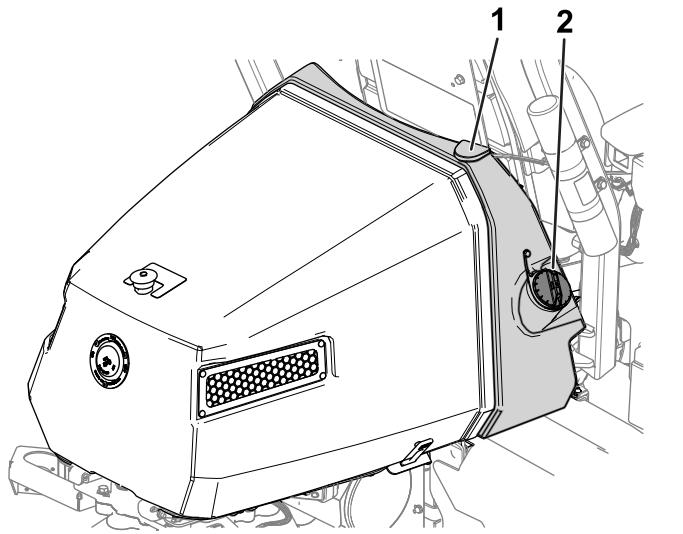

図 26
- 燃料キャップの周囲をきれいに拭いてキャップを外す図 26。